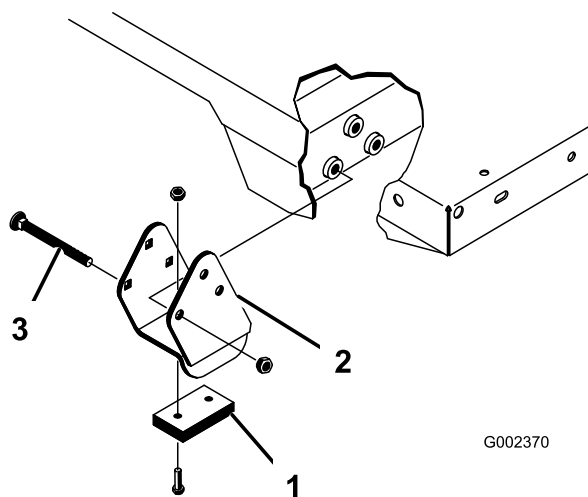

Figure 36
Remarque: Les entretoises et les cales d'usure (Figure 36) doivent être installées avec les têtes des boulons à l'intérieur de la machine.
2. Placez le plateau sur le châssis du véhicule avec précaution et en alignant les trous des plaques de pivot arrière sur ceux du profilé arrière du châssis. Montez 2 axes de fixation et goupilles à anneau (Figure 36).
3. Abaissez le plateau, fixez chaque extrémité de la tige du vérin aux fentes appropriées dans les plaques de montage du plateau au moyen d'un axe et d'une goupille à anneau. Insérez l'axe de fixation par l'extérieur du plateau, la goupille à anneau étant à l'extérieur (Figure 36). Les fentes arrière sont réservées à l'installation du plateau complet et les fentes avant à l'installation du plateau 2/3.